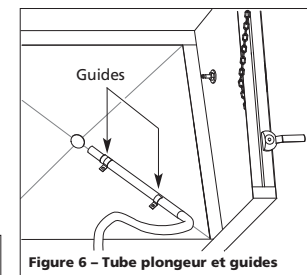

Figure 6 – Tube plongeur et guides
- Placer l'extrémité du tube plongeur dans le milieu de la cabine où le médium de décapage est plus profond. Il y a des guides métalliques pour aider à stabiliser le tube plongeur (voir Figure 6).